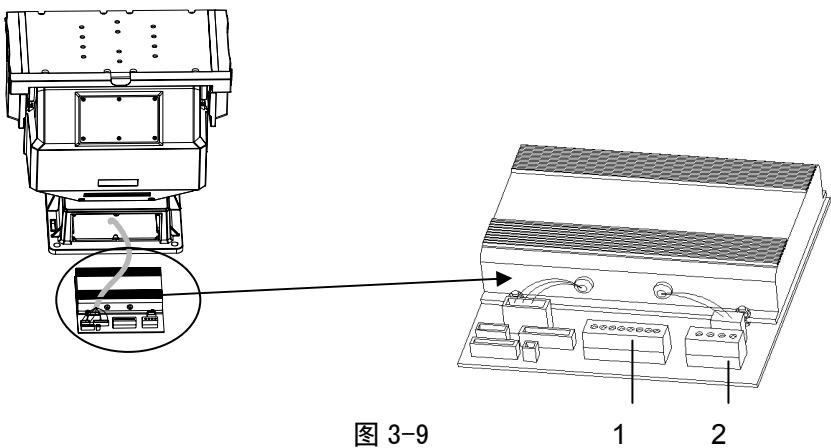

图 3-9
3.3.1 使用十字螺丝刀松动底座门上的 6 个 M3×8 十字槽盘头螺钉,将底座门取下,然后将电源板沿底座内滑轨抽出, 如图 3-9 所示: